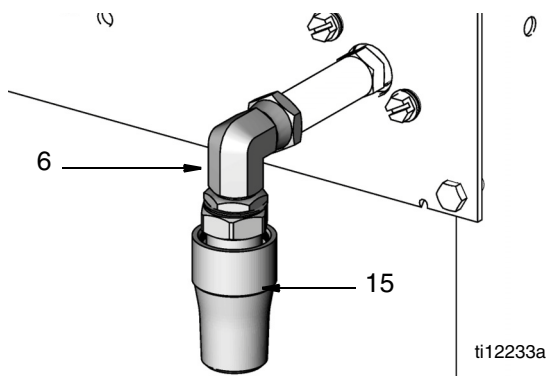

ABB. 26
5. Schrauben Sie die Baugruppe aus Nippeladapter (13), Winkelstück (6) und Schwenkdüse (15) ab und nehmen Sie die Baugruppe aus dem Verteiler (14) (ABB. 26).